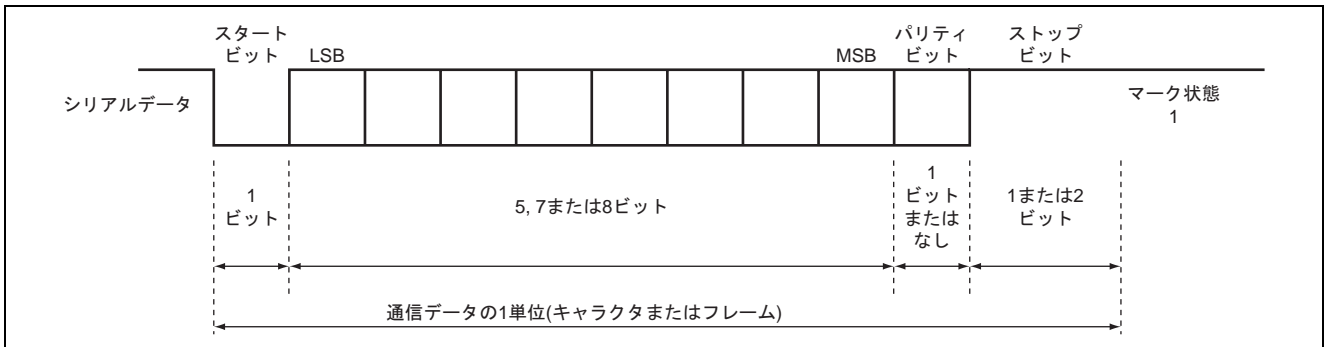

図 2 調歩同期式モード通信データフォーマット
- 図 2 に調歩同期式モード通信の通信フォーマットを示します。